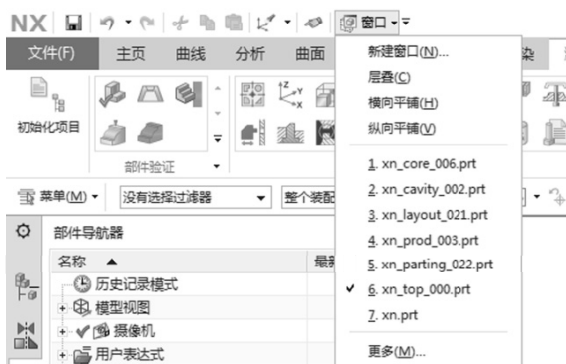

图 1-19 选取“xn_top_000.prt”
(20) 在横向菜单中选取“窗口”选项，选取“xn_top_000.prt”，如图 1-19 所示，打开 xn_top_000.prt。